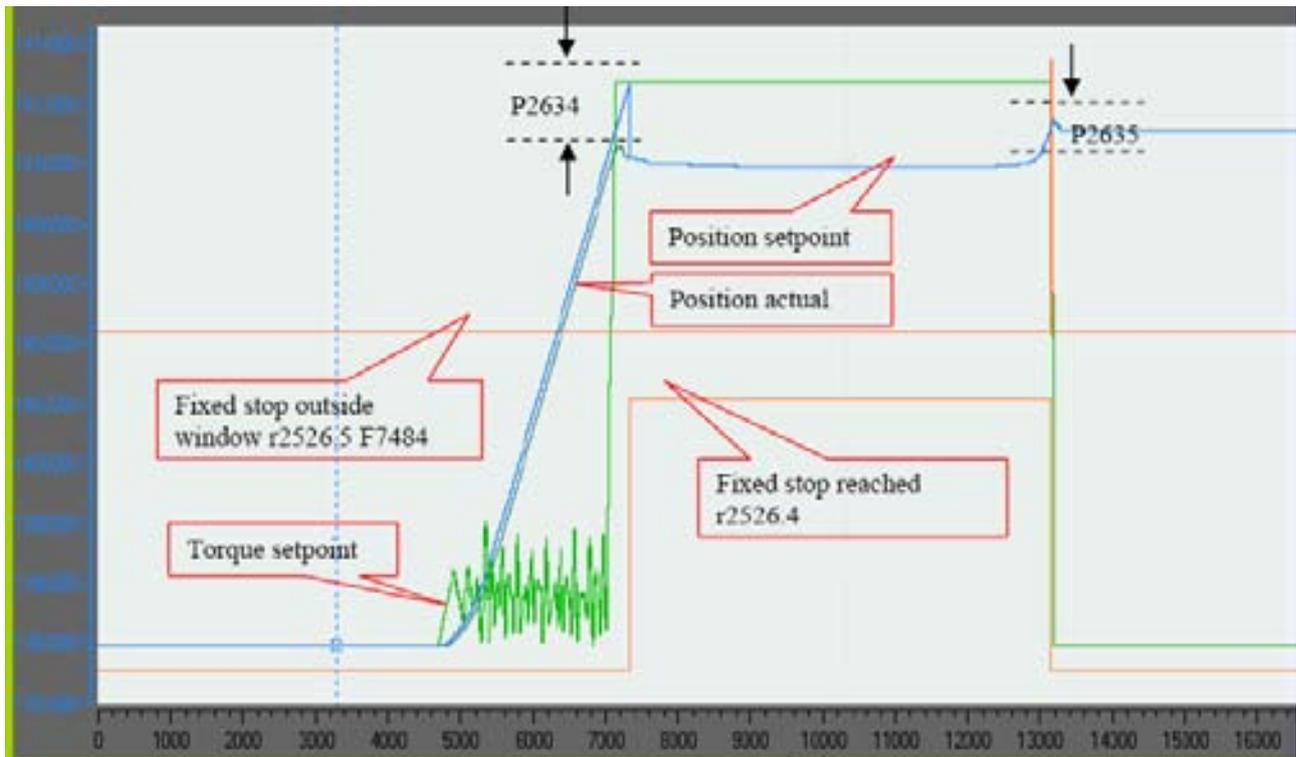

图 81. FIXED\_ENDSTOP 运行过程“Trace”曲线
- P2635: 在达到 FIXED ENDSTOP 状态之后, 如果位置实际值的波动超过 p2635 规定的范围, 则退出 FIXED ENDSTOP 状态并报 F7484 故障 (Fixed stop outside the monitoring window)。如果在达到 p2617 设定的目标位置之后, 还没有达到 FIXED ENDSTOP 状态, 则轴会报故障 F7485(Fixed stop not reached) 和 F7490(Enable signal withdraw while traversing), Fixed endstop 运行过程如图 81 所示所: